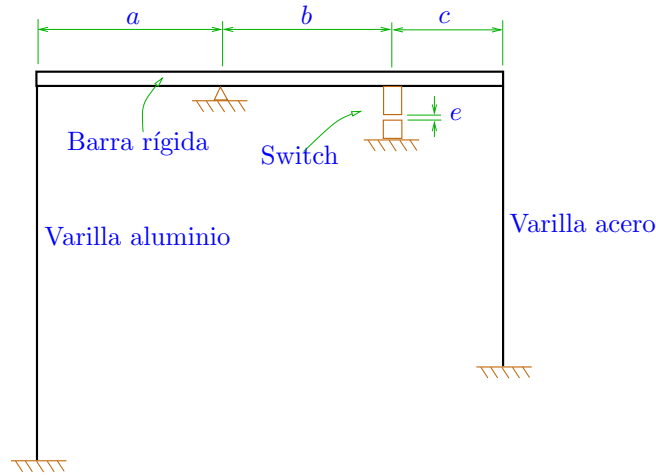

Figura 1: Barra rígida y dos varillas.
- (24 puntos) En la Figura 1 hay una barra rígida de masa despreciable, la cual está conectada a dos varillas de aluminio y acero como se muestra en la figura. Si el sistema está originalmente libre de esfuerzos, determine el cambio de temperatura que permitiría conectar el switch. ¿Qué tipos de fallas se podrían producir en las varillas? Solo indique el tipo, no haga cálculos para esta parte de la pregunta.